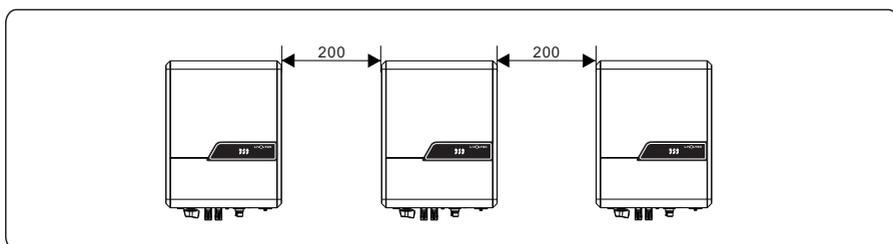
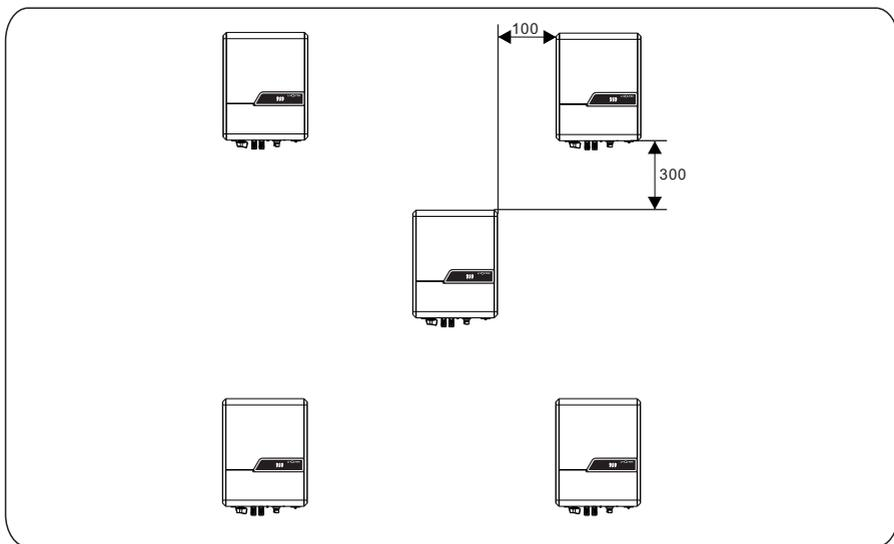
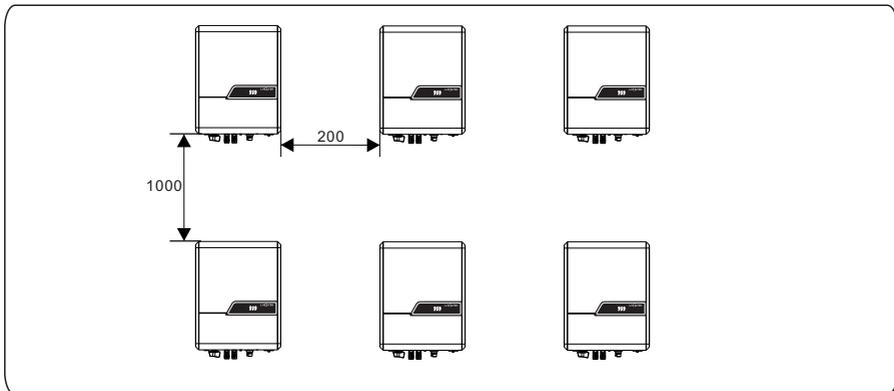

Figura 4.5 Instalação ao longo da mesma linha (unidade: mm)
Figura 4.6 Instalação em modo triângulo (unidade: mm)
Figura 4.7 Instalação em modo empilhado (unidade: mm)
- c. Ao instalar vários inversores, instale-os ao longo da mesma linha (conforme mostrado na Figura 4.5) se houver espaço suficiente disponível, e instale-os no modo triângulo (conforme mostrado na Figura 4.6) ou no modo empilhado (conforme mostrado na Figura 4.7) se não há espaço suficiente disponível. Os modos de instalação garantem espaço suficiente para instalação e dissipação de calor.